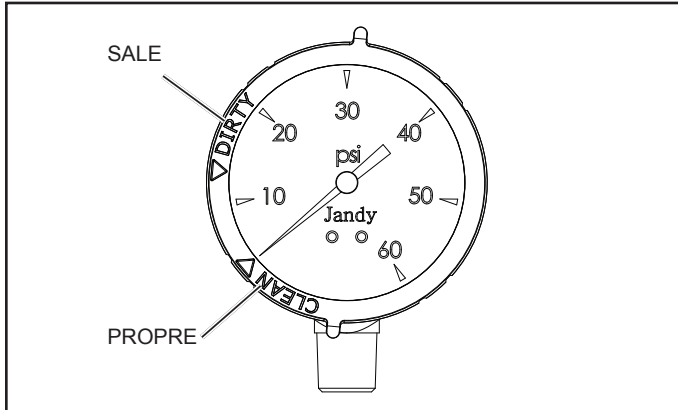

Figure 7. Manomètre avec anneau élastique propre/sale
- Lorsque le manomètre se sera stabilisé, tourner la couronne de manière à ce que la flèche à côté du mot « CLEAN » (propre) s'aligne avec l'aiguille du manomètre. Voir la Figure 7. Au fur et à mesure que le filtre nettoie l'eau et que les cartouches commencent à se boucher, la pression commence à augmenter. Lorsque l'aiguille du manomètre s'aligne avec la flèche à côté du mot « DIRTY » (sale) sur la couronne, il est temps de nettoyer le filtre, voir la Section 6.3. Cela indique une augmentation de la pression entre 10 et 12 lb/ps2 au-dessus de la pression de démarrage initiale.
6. Vérifier le tuyau de purge pour la présence d'occlusions ou de débris. S'il y a lieu, retirer le tuyau de purge et le rincer à grande eau jusqu'à ce que l'occlusion ou le débris se soient dégagés. Voir la Figure 7.